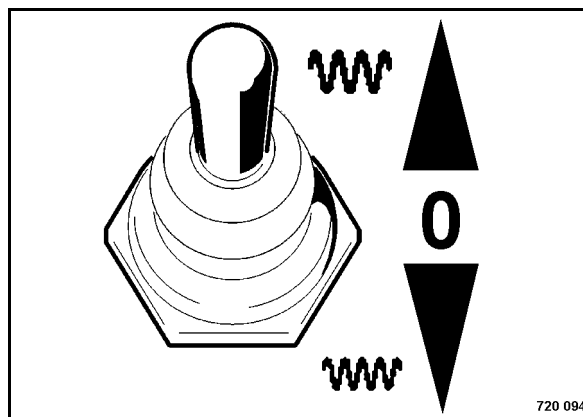

Рис. 59
- Переключить тумблер вибрации (Рис. 59) в положение "0".